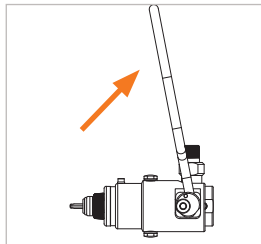

Figure 2
- ▶ Relever l'arceau de commande (pos. 1) (Figure 2). Les mâchoires de serrage coïncident.